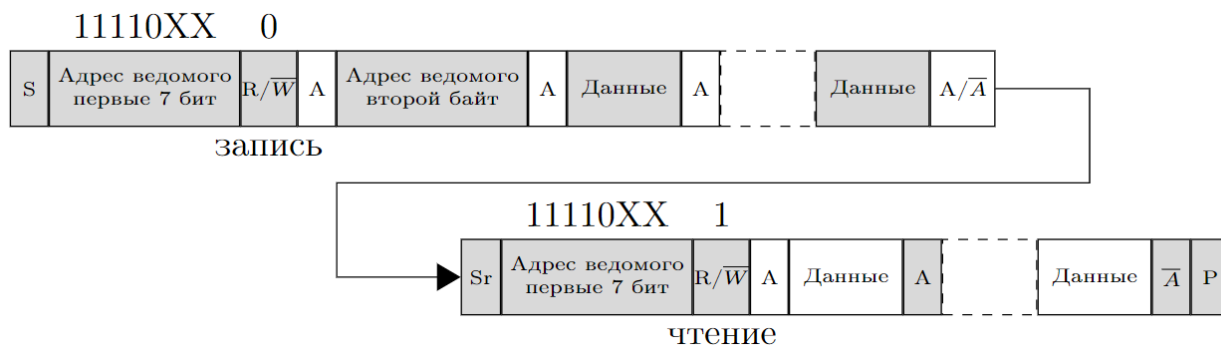

Рисунок 38 – Адресация ведомого 10 бит адреса при HEAD10R=1
– если ведущий адресует ведомого с 10-битным адресом, отправляет ему данные и затем читает из этого же ведомого данные, то после завершения процедуры отправки запускается процедура повторного старта с битом HEAD10R=1. В этом случае отправляемая последовательность будет следующей – ReStart + Заголовок 10-битного адрес ведомого с чтением (рисунок 38).